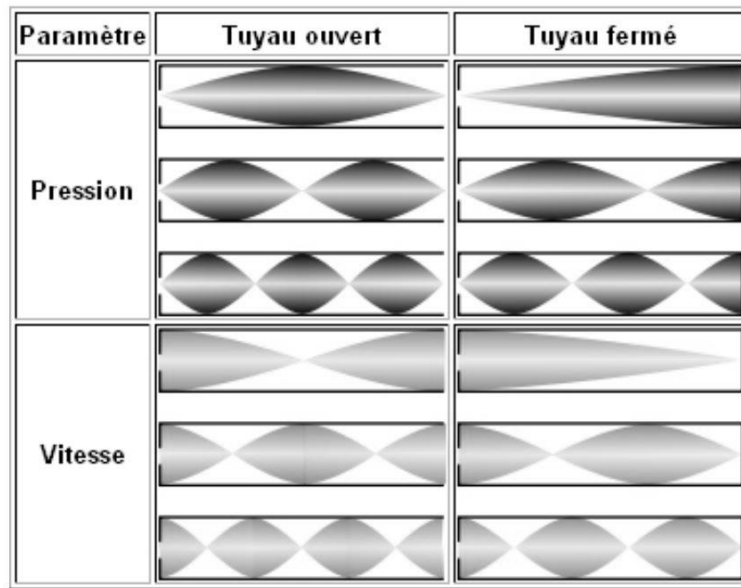

Figure 12 – Représentation des premiers modes propres d'une cavité acoustique ouverte et d'une autre cavité à moitié fermée
- ✘ Sur la figure 12 sont représentés les premiers modes propres d'une cavité ouverte (pour $n = 1$ (fondamental), $n = 2$ et $n = 3$).
✕ Sur la figure 12 sont représentés les premiers modes propres d'une cavité semi-ouverte (pour $n = 0$ (fondamental), $n = 1$ et $n = 2$).